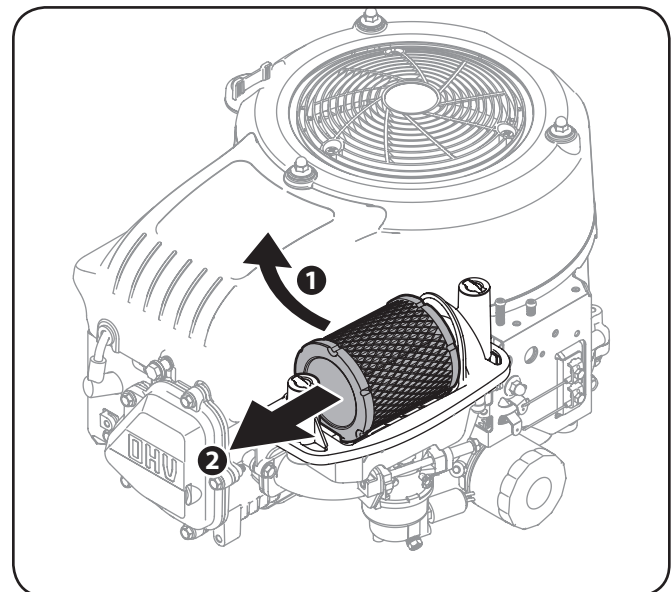

Figura 6-5
3. Tire hacia arriba en un ángulo y luego remítir a quitar el filtro de aire. Véa la Figura 6-5.